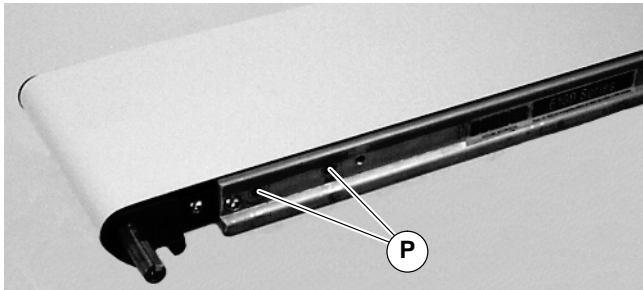

Abbildung 3
- Lage der Antriebswelle feststellen und zwei (2) Schrauben entfernen (P auf Abbildung 3).